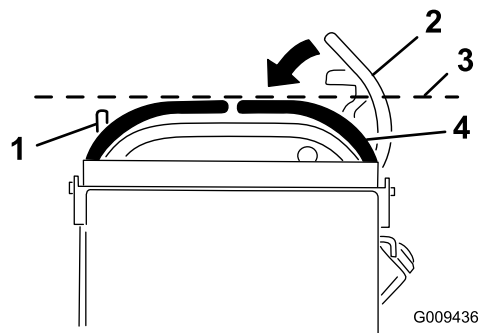

Figure 72
3. Abaissez les leviers de commande de déplacement hors de la position de VERROUILLAGE AU POINT MORT (Figure 72).
4. Vérifiez si le levier de commande de déplacement droit s'aligne horizontalement sur le levier de commande de déplacement gauche (Figure 72).